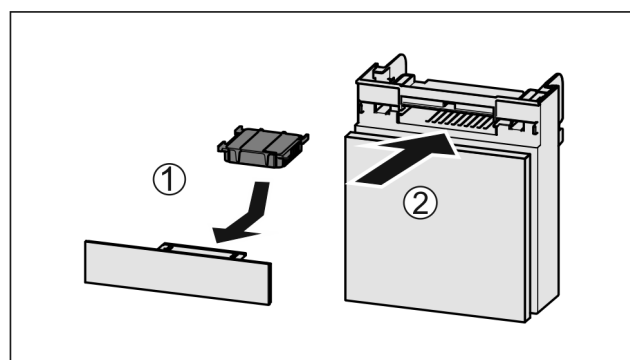

Fig. 46
- ▶ Filtr s aktivním uhlím vložte podle vyobrazení Fig. 46 (1).
- ▶ Zásuvku zasuňte Fig. 46 (2).